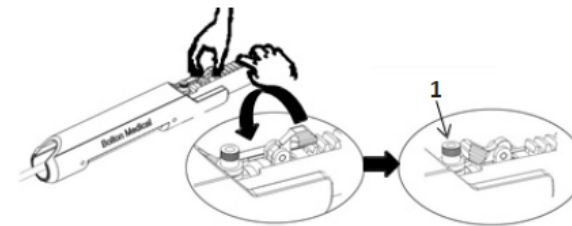

Figura 21
34. Levante reto e inverta totalmente a lingueta de liberação da bainha até que encaixe no lugar, ao lado da válvula de segurança. (Figura 21).
45. Inverta totalmente a lingueta de liberação da bainha até que encaixe no lugar, ao lado da válvula de segurança. (Figura 21)